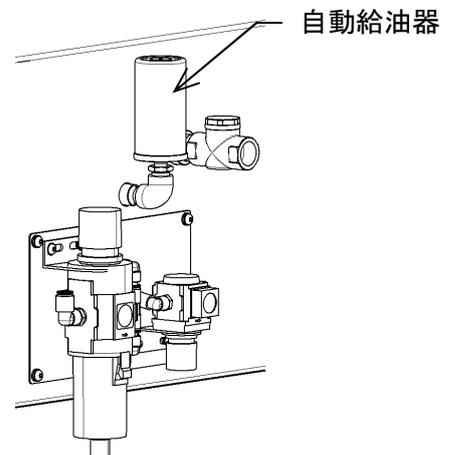

図 8-3
- ③ 上部のガスジェネレーター設定数値を[6]のところに、↑印を合わせます。⇒スイッチがONになります。容器に入れてしばらく置き、オイルの吐出を確認すること。(図 8-3)
- ④ 油性ペンなどで、自動給油器の側面ラベルに使用開始日を記入すること。
- ⑤ 機械の給脂箇所にて手でねじ込み取り付けます。(図 8-3)
- ⑥ 約6ヶ月間使用可能ですが、6ヶ月間の使用を保証するものではありません。必ず毎週残量を確認すること。